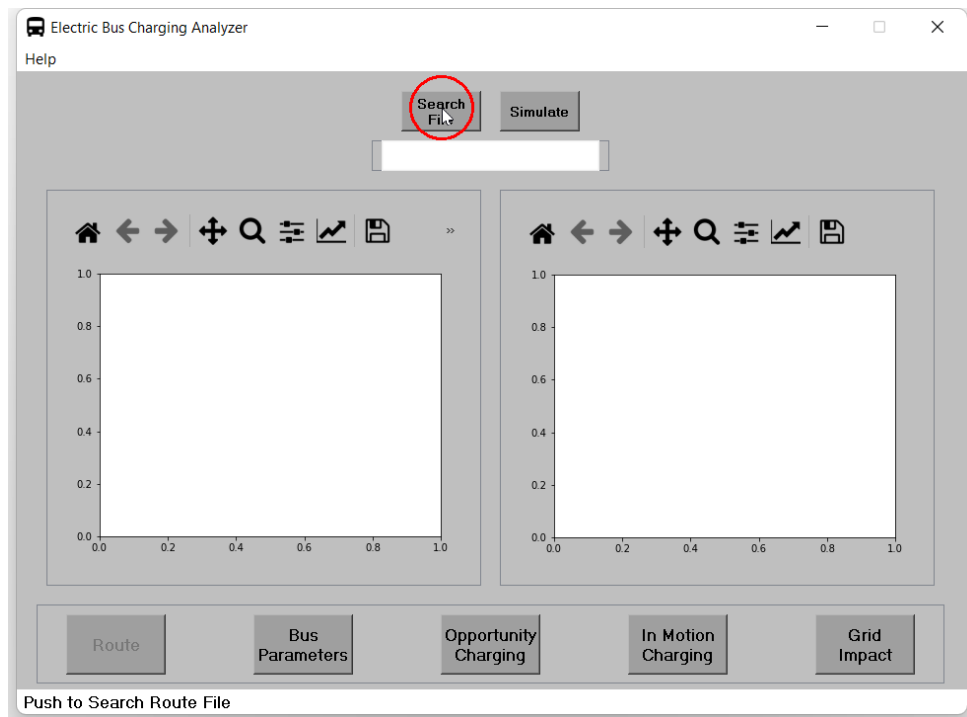

Figura 17: Búsqueda de archivo.
1. Primero, se debe presionar el botón **Search File** para buscar el archivo **.feather** o **.csv** como se muestra en la figura 17.